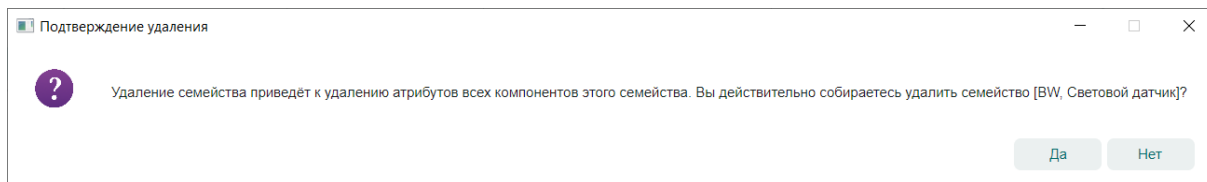

Рис. 42 Подтверждение удаления
5. В окне «Подтверждение удаления» нажмите «Да» для подтверждения удаления семейства или «Нет» для отмены действия, см. Рис. 42.